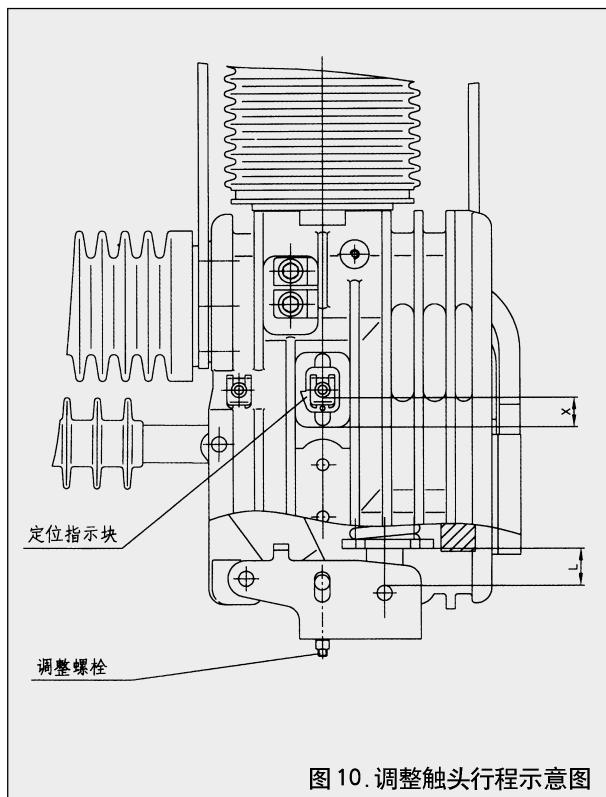

图 10. 调整触头行程示意图
6. 灭弧室更换后应测量触头行程；测出分、合闸位置时的 $X, X_{合} - X_{分} = X$ ：触头行程 X 应为 $9 \pm 1\text{mm}$ ；量出分、合闸位置时的 $L, L_{合} - L_{分} = L$ 。 L 为触头超行程。触头超行程为 8 ± 2 。如果行程与超行程不符合要求时，可调节螺栓，当螺栓往下调整触头行程增大，超行程减小，反之螺栓往上调整，触头行程减小，超行程增大。(见图10)